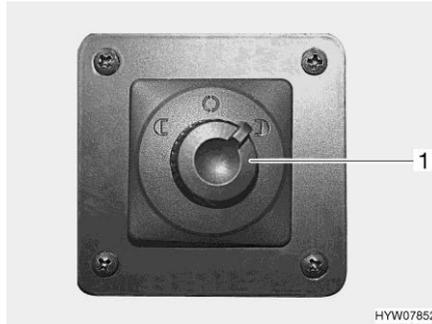

Bild 34 Schalter Außenspiegeleinstellung
schalter (Bild 34,1) nach links oder rechts drehen.
- Den Schalter (Bild 34,1) in die gewünschte Richtung drücken.